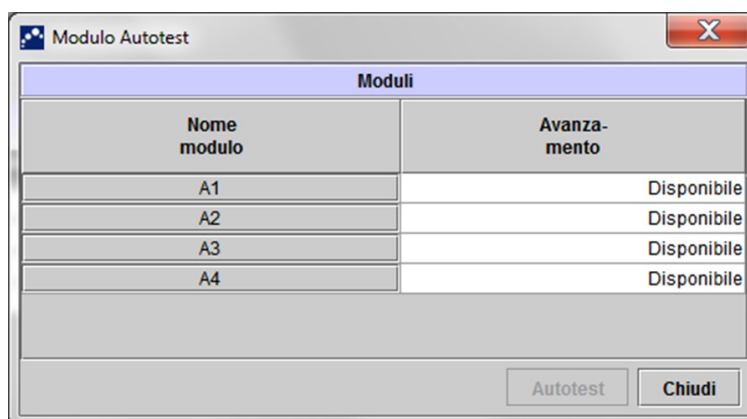

Figura 9-34. Finestra di dialogo Autotest modulo
3. Fare clic su **Manutenzione** nella barra dei menu e selezionare **Esegui autotest**. Verrà visualizzata la finestra di dialogo Autotest modulo. Vedere la Figura 9-34.